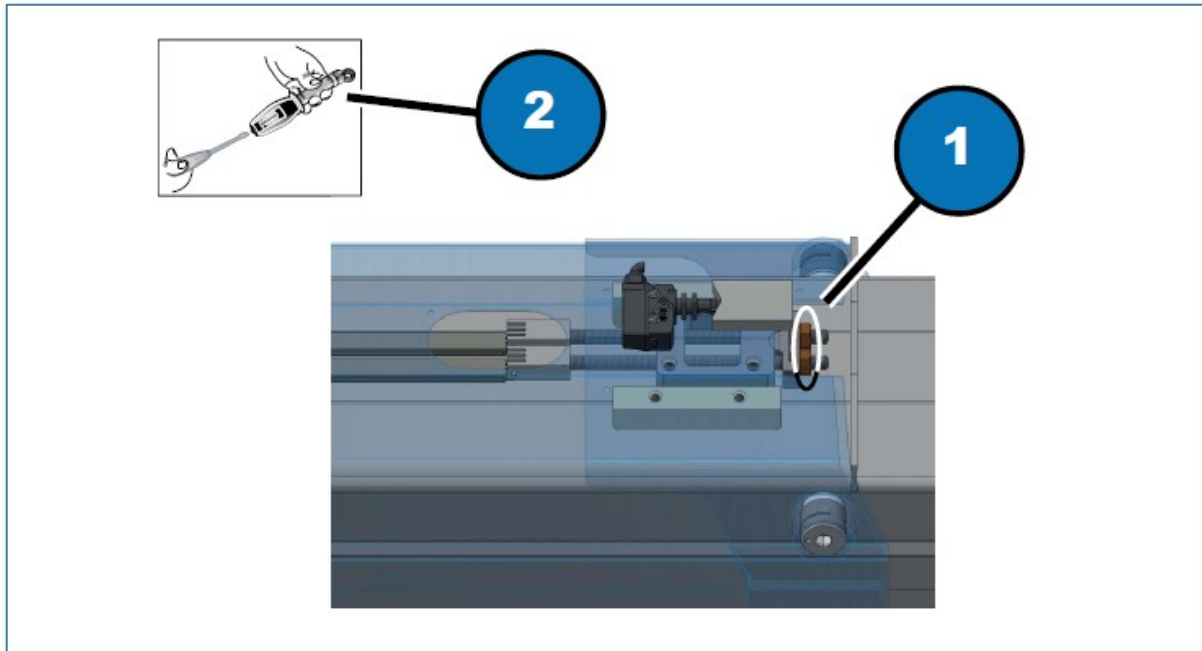

Fig. 8.12
- A) Deșurubați piulițele (fig. 8.12, 1):
- B) Strângeți piulițele folosind o CHEIE CU CUPLU (fig. 8.12, 2).